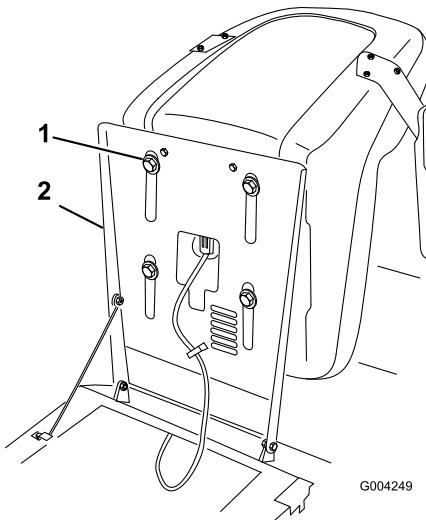

Bild 18
2. Heben Sie den Sitz an und lösen Sie die Einstellhandräder (Bild 18).